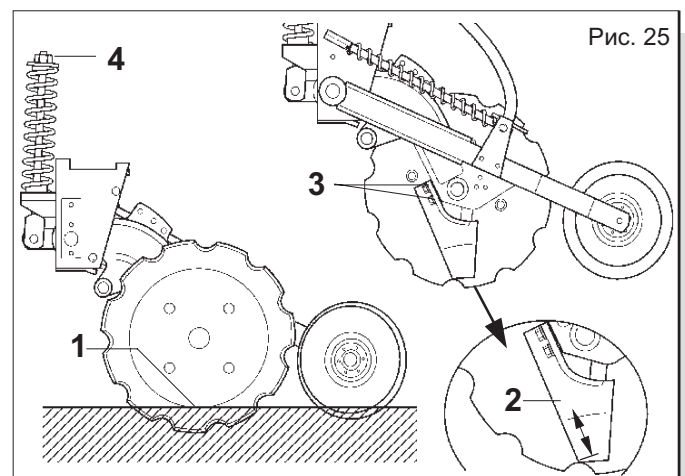

Рис. 25
Глубина помещения зерна правильно определяется только в том случае, когда боковой балласт края диска опускается на землю (1 Рис. 25).
- a) Изменяя относительное положение между сошником и диском-бороздоделателем, ослабить фиксирующие винты сошника (3 рис. 25) и установить их на необходимую высоту (2 Рис. 25).
ВАЖНО: Нижняя часть сошника никогда не должна быть установлена глубже, чем внутреннее сечение зубчатого диска (2 Рис. 25). При затяжке болтов убедитесь, что они затянуты равномерно, и, таким образом, режущее лезвие сошника прилегает к поверхности диска, не мешая его вращению.
- 4) При необходимости отрегулировать все позиционные пружины с помощью гайки (4 рис. 25), пока не достигните положения, указанного в пункте (3).